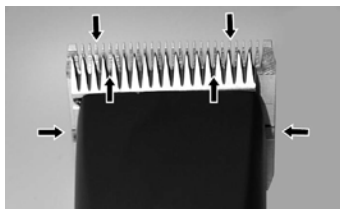

図 21
うまく毛刈りができるように、またバリカンとバリカンヘッドの耐久性を高める為に上下の刃の間に薄いオイルコートを施す必要があります(図21)。
- ▶ 毛刈り中に刃へ十分な潤滑を(15分間隔で)行い、洗い流さないでください(図21)。
刃は、使用前、使用中、使用後に油を塗布する必要があります。バリカンの刃の跡が縞になったり、速度が遅くなる場合は、油が不足しています。バリカンの刃の前面と側面に油を数滴たらしめます(図21の矢印を参照)。余分なオイルは滑らかな布等で拭き取ってください。潤滑スプレーでは良好な潤滑には足りませんが冷却する役割は果たします。怪我を避ける為に損傷した刃は早急に交換してください。